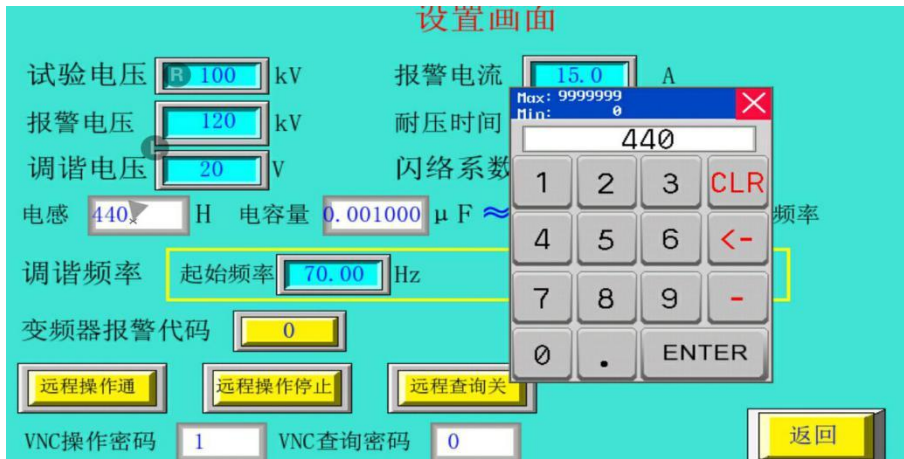

图 2-10 电感设置画面
**大概调谐频率计算：**计算大概调谐频率值是为方便设置调谐频率做准备输入电抗器的电感，电感是电抗器名牌上已知电感量通过试验时串并联可以计算出来的（单位 H）和被试品电容量是可以查阅说明书附件相关“被试品电容量一览表”再加上电容分压器、补偿电容的总和（单位 uF）。点击电感小窗口弹跳数字键盘窗口设置电感如“440”H 点击数字键盘窗口“ENTER”确定液晶的显示界面如图 2-10 所示。